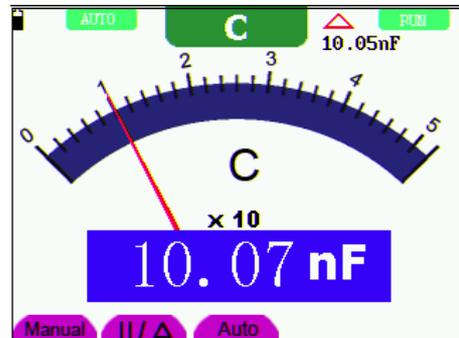

Рисунок 38. Относительные измерения
5. Вставьте обследуемый конденсатор в модуль для измерения емкости, и основное текущее показание дисплея покажет величину емкости конденсатора (см. рисунок 38).